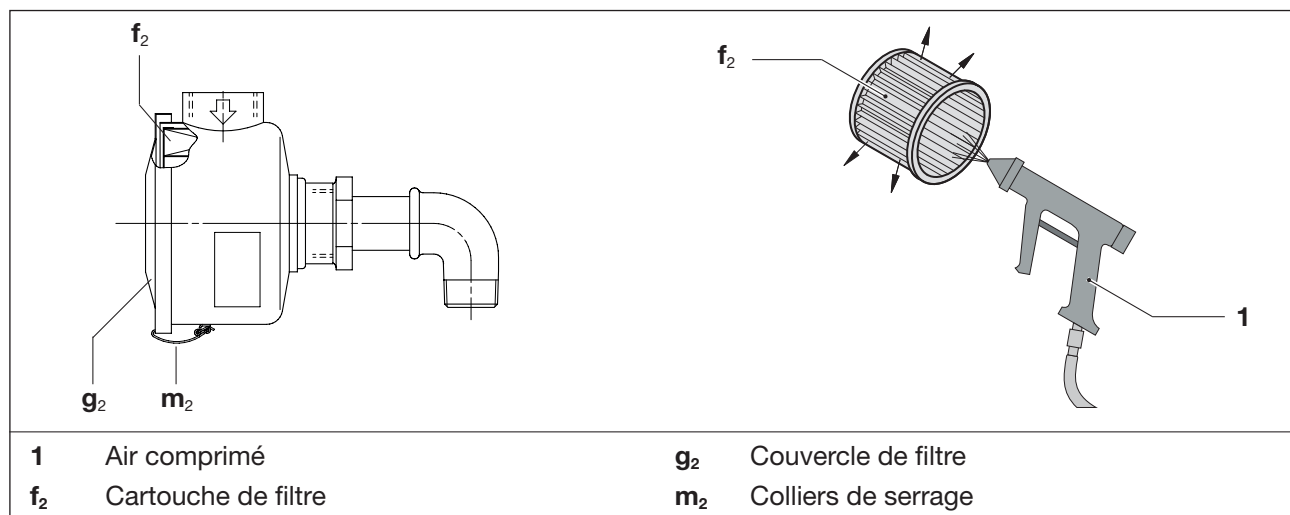

Fig. 10 Filtre d'aspiration
- b) Desserrez les colliers de serrage (Fig. 10/m₂) sur le couvercle du filtre (Fig. 10/g₂).
- c) Retirez la cartouche de filtre (Fig. 10/f₂) du filtre et nettoyez ou remplacez-la.
- d) Remettez la cartouche de filtre dans le filtre et fixez le couvercle du filtre (Fig. 10/g₂) à l'aide des colliers de serrage (Fig. 10/m₂).